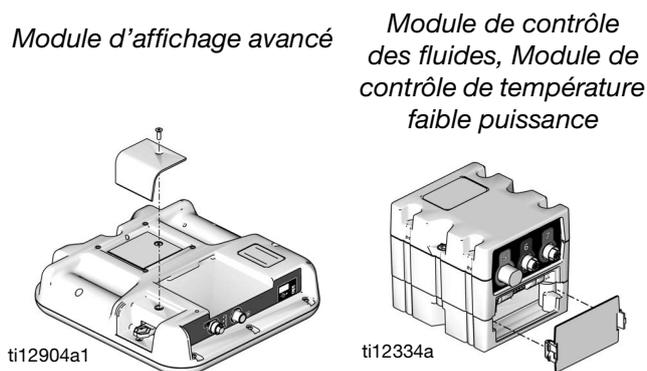

FIG. 46 : Retirer le panneau d'accès
2. Retirer le panneau d'accès au jeton. Voir la FIG. 46.